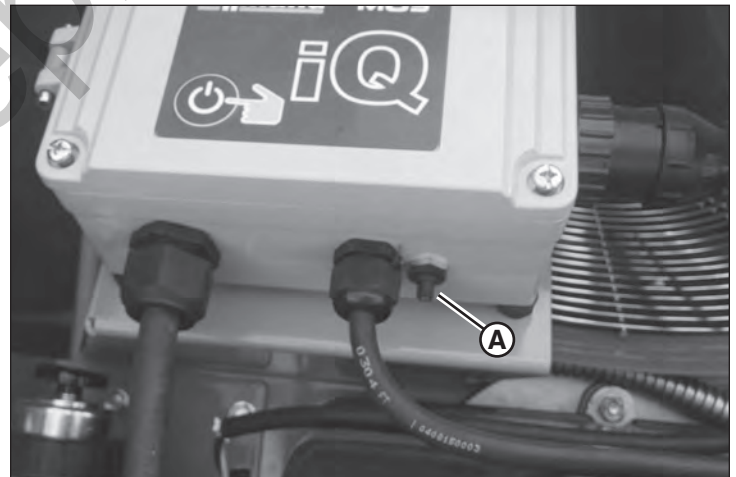

Figura 42
3. Restablezca el disyuntor del ventilador principal. Ubique y presione el botón de restablecimiento del disyuntor en la parte inferior del módulo de control (A, Figura 42).